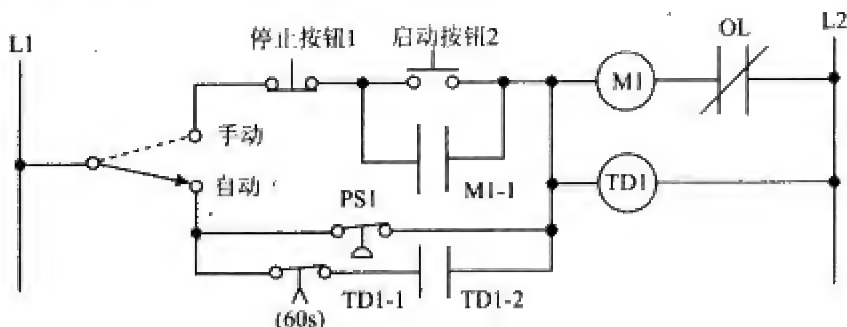

图 7-31
2. 设计一个 PLC 程序, 画出标准 I/O 连接图和逻辑梯形图程序, 使如图 7-31 所示的硬接线控制电路能正确运行。